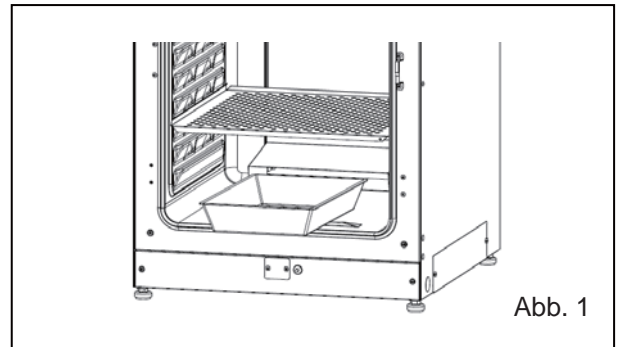

Abb. 1
2. Reinigen Sie das Innenraumzubehör, die Innenraumwände und die inneren Türdichtungen mit einem Tuch oder Schwamm, das/der mit einem auf 5 % oder weniger verdünnten neutralen Reinigungsmittel befeuchtet wurde (Abb. 1). (Bei Verwendung von unverdünntem Reinigungsmittel können die Kunststoffkomponenten Schaden nehmen. Einzelheiten zum Verdünnen finden Sie unter den Hinweisen zum Reinigungsmittel.)
2. Öffnen Sie die Außen- und Innentüren und ziehen Sie alle Einschübe heraus (Abb. 1).
**Hinweis:** Wenn Sie das Lüfterrad installieren, achten Sie darauf, dass dieses sicher auf der Motorwelle sitzt. Achten Sie darauf, dass das Lüfterrad die rückwärtige Verkleidung nicht berührt. Drehen Sie es dazu vorsichtig von Hand und prüfen Sie gleichzeitig durch leichtes Ziehen, ob es fest auf der Welle sitzt (Abb. 1).
- ① Halten Sie das Mittelloch des Lüfterrades über das Profil der Motorwelle.
- ② Vergewissern Sie sich, dass das Lüfterrad die rückwärtige Verkleidung nicht berührt, indem Sie es vorsichtig von Hand drehen.
- ③ Ziehen Sie vorsichtig am Lüfter, um sicherzustellen, dass dieser ordnungsgemäß befestigt ist. Abb. 1
1. Ziehen Sie die Befeuchtungswanne heraus (Abb. 1).